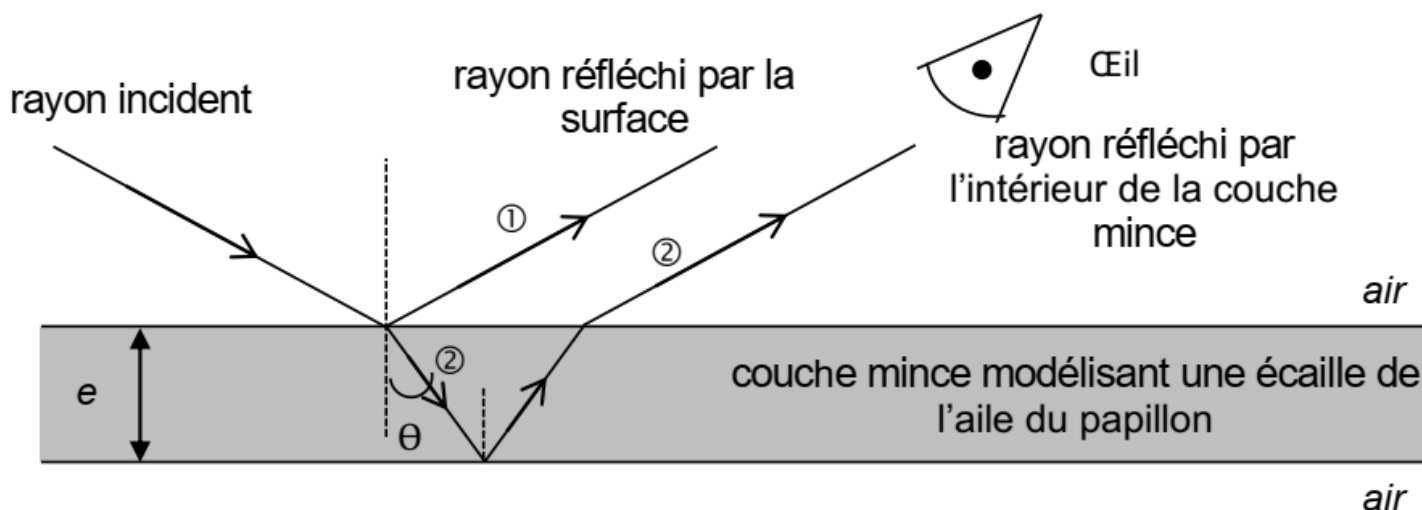

FIGURE 1 : Schéma du trajet d'un rayon lumineux arrivant sur une écaille de l'aile de papillon.
- 1.3. La figure 1 de l' **ANNEXE A RENDRE AVEC LA COPIE** rassemble les représentations graphiques de l'évolution dans le temps des grandeurs x , y , v_x et v_y , coordonnées des vecteurs position et vitesse du point G .
Dans cette partie, le phénomène qui permet à ces papillons de se protéger des prédateurs est modélisé de façon simplifiée. Dans ce modèle élémentaire, schématisé sur la figure 1, on considère que :
2. Lorsque la lumière blanche arrive perpendiculairement à la surface de l'aile, la différence de chemin optique entre les rayons issues des chemins ① et ② de la figure 1 peut s'écrire :